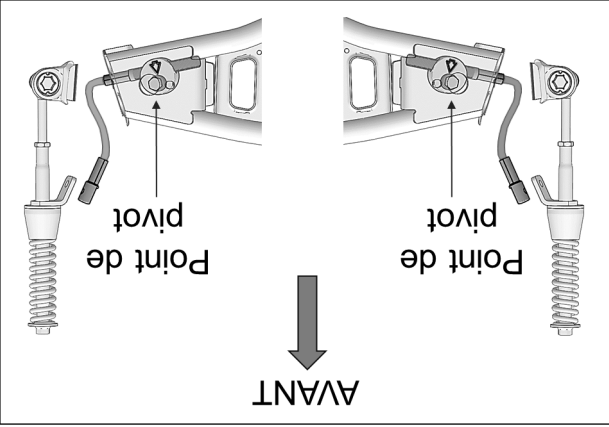

Fig. 26
13. À l'assemblage, assurez-vous que le point de pivot du disque en aluminium soit positionné en avant du câble du limiteur de conduite. Voir la Fig. 26